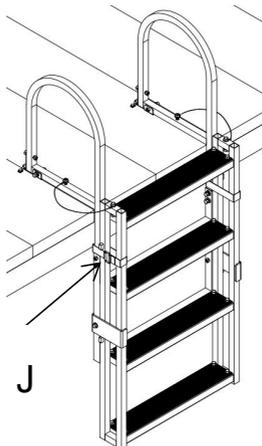

Fig 2
- 17) Na koniec za pomocą taśmy klejącej (J) zwiąż ramy drabiny (rys. 2). Jeśli prowadnica i stopień są wyrównane, można je również związać tak, jak pokazano na rysunku 3. (zachowaj jak największą przestrzeń między nimi (J)).